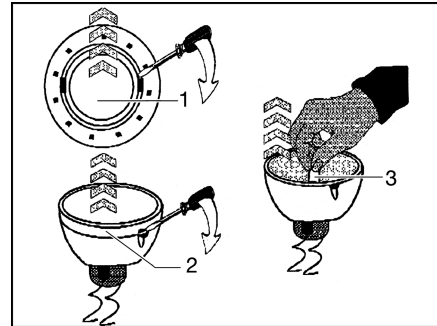

Bild 183 Halogenglühlampe wechseln
- Inneren Abdeckring (Bild 183,1) mit einem Schraubendreher vom Gehäuse lösen.
- Abdeckring mit der Glasscheibe (Bild 183,2) vom unteren Teil der Halogeneinbauleuchte mit einem Schraubendreher lösen.
- Halogenglühlampe (Bild 183,3) entfernen.